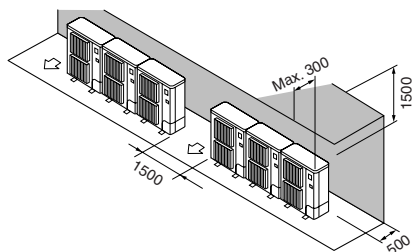

Fig. 2-9
- ② Alleen obstakels aan de achter- en bovenzijde (Fig. 2-9)